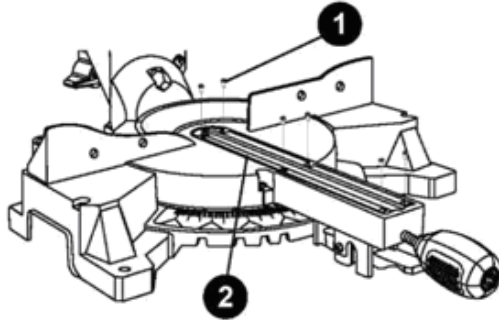

Рис.8
5.Снятие и установка вставки поворотного стола (рис.8).